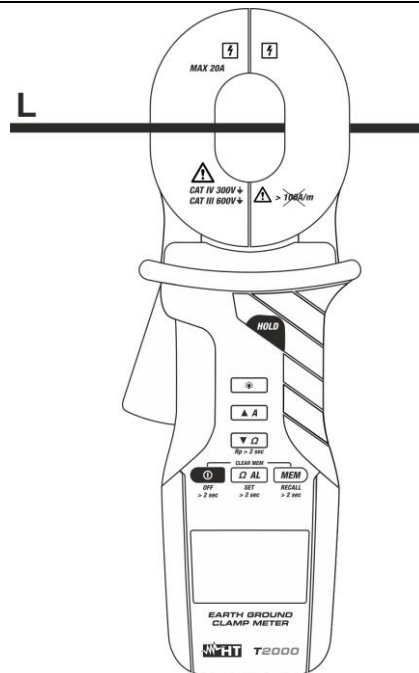

Abb. 19: Wechselstrom-Messung
3. Öffnen Sie die Zangenbacken sanft umschliessen Sie das zu messende Kabel (siehe Abb. 19) und lesen Sie das angezeigte Ergebnis ab.